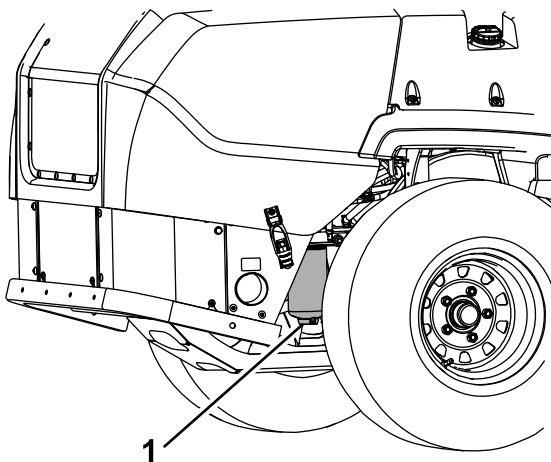

Bild 45
4. Öffnen Sie die Ablassschraube am Wasserabscheider um ca. eine Umdrehung, damit das Wasser und andere Verunreinigungen ablaufen können (Bild 45).